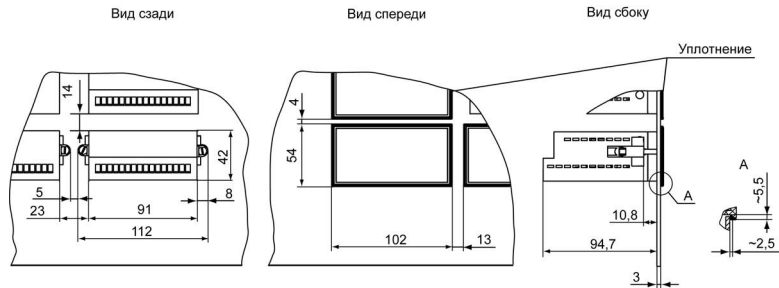

Рисунок 4.5 – Прибор в корпусе Щ2, установленный в щит толщиной 3 мм
1. Подготовить на щите управления место для установки прибора (см. рисунок 4.5).